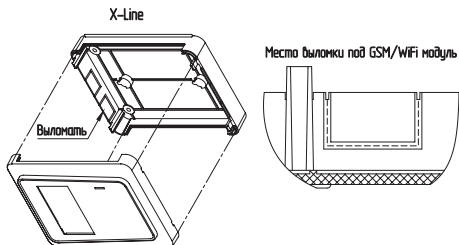

Рис.1 Подключение модуля GSM/WiFi к платам управления котлов X-Line
4. Выломать соответствующую заглушку (см.Рис.1) на нижней части контроллера;
5. Установить SIM-карту (поз.4 Рис.1) в модуль GSM/WiFi до упора, как показано на Рис.1 и на наклейке модуля GSM/WiFi;
6. Подключить плату управления модуля GSM/WiFi (поз.2 Рис.1) к контроллеру X-Line при помощи кабеля (поз.5 Рис.1) к разъёму X3 контроллера как показано на рисунке 1;
7. Подключить антенну (поз.3 Рис.1) в соответствующий разъём (поз.7 Рис.1);
8. Установить модуль GSM/WiFi (поз.2 Рис.1) на контроллер в соответствии с Рис.1, зафиксировав его крепежами (поз.6 Рис.1);